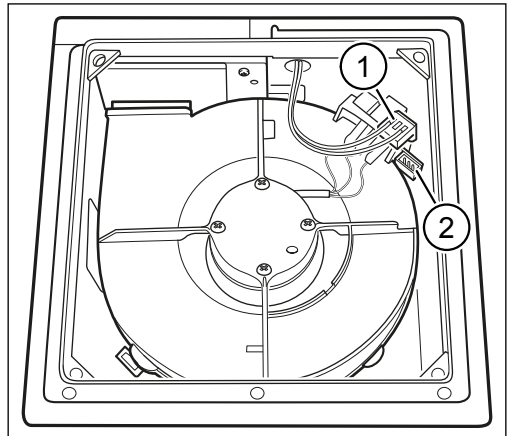

Abb. 11: Netzkabel an Lüftermotor ohne Steuermodul anschließen
- ▶ Stecken Sie den 3-poligen Stecker des Netzkabels (Pos. 1 in Abb. 11) in die 3-polige Buchse (Pos. 2 in Abb. 11) an der Unterseite der Motorplatine.
- siehe Pos. 1 in Abb. 11 auf Seite 18 bei Lüftermotoren **ohne Steuermodul**